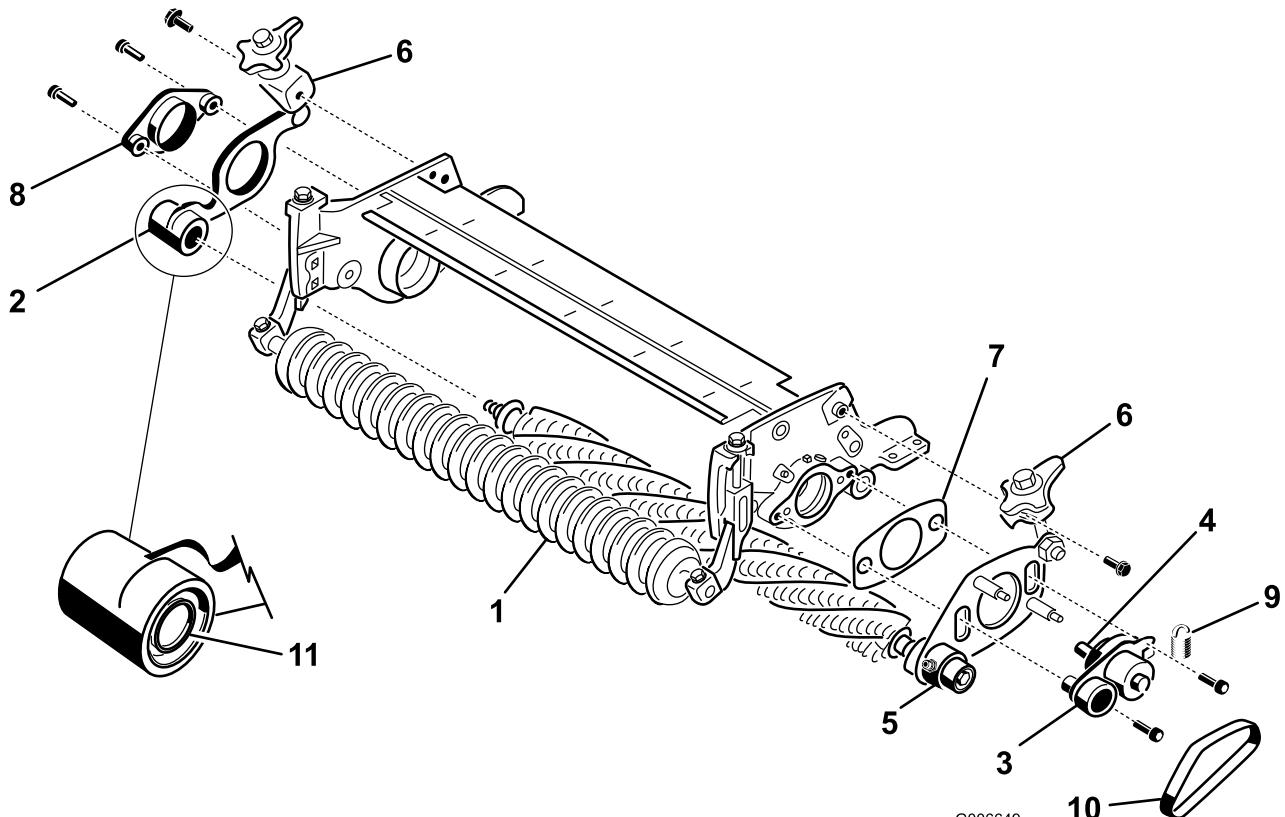
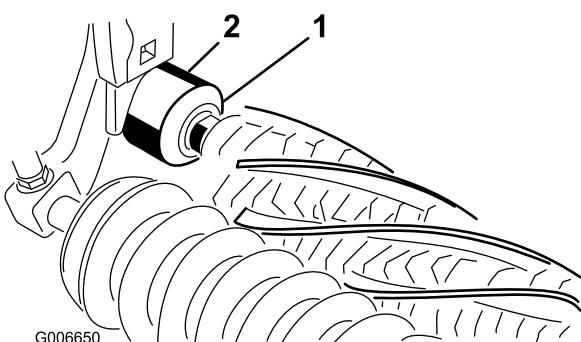

Bild 24
Bild 25
21. Schieben Sie auf der Groomerseite **ohne Antrieb** die Groomerplatte von der Groomerwelle (Bild 24).
23. Montieren Sie auf der Antriebsseite der Schneideeinheit die Drehnabe, die Groomerplatte an der Antriebsseite und die Beilagscheibe an der Seitenplatte der Schneideeinheit. Verwenden Sie zwei Sechskantschrauben (3/8" x 1") (Bild 24). Schmieren Sie vor dem Einbau Loctite auf das Schraubengewinde.
24. Montieren Sie die Groomerplatte ohne Antrieb auf der Groomerwelle (Bild 24). Achten Sie darauf, dass die Dichtungsfeder nicht abfällt.
| 25. Befestigen Sie die Drehnabe ohne Antrieb mit zwei Schrauben (3/8" x 1") an der Seitenplatte der Schneideeinheit (Bild 24). Schmieren Sie vor dem Einbau Loctite auf das Schraubengewinde. | 27. Montieren Sie die Express-Hubhebel mit Bundbolzen (3/8" x 3/4") an den Seitenplatten (Bild 24). |
| 26. Stellen Sie sicher, dass die Dichtungslippe an jeder Abschlussdichtung das Lagergehäuse etwas berührt (Bild 25). | 28. Montieren Sie den Groomerriemen auf den Spannscheiben (Bild 24). Stellen Sie sicher, dass die Rippen am Riemen richtig in den Rillen jeder Spannscheibe sitzen. |